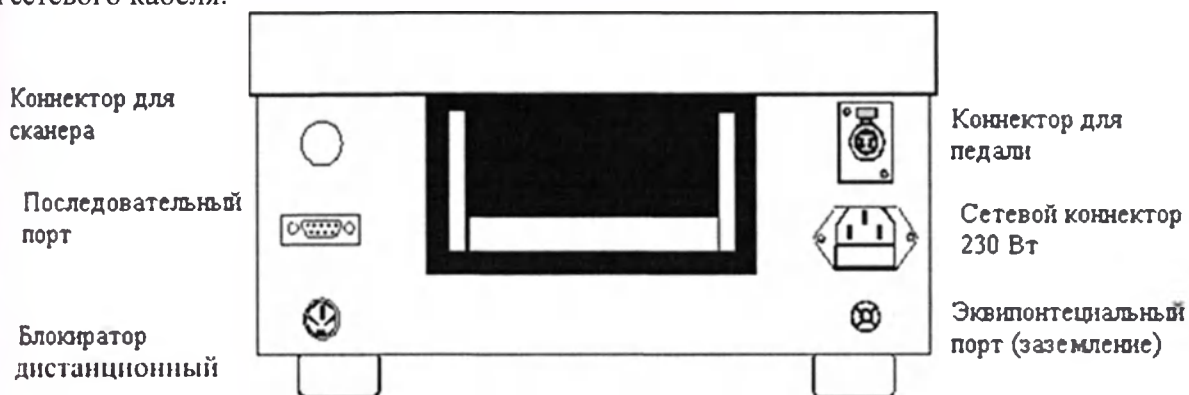
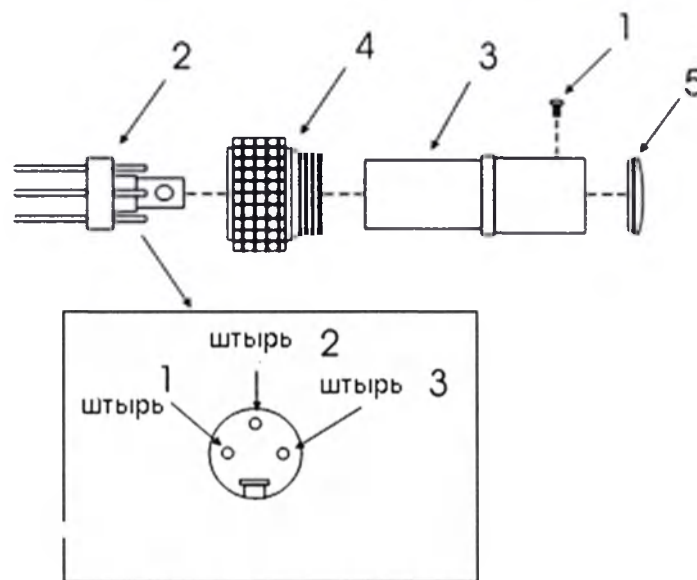

Рис. 3. Расположение коннекторов на задней панели аппарата.
Рис. 4. Сборка коннектора дистанционного блокиратора.
Thermoelectric module supply unit (блок питания термоэлектрического модуля)	Неполадки в блоке питания: - Неисправен предохранитель F2 (см. рис. 3) Выключите прибор и снова включите его. Если проблема сохраняется, обратитесь к местному представителю компании Lasering SRL или уполномоченным ею лицам.
Аппарат оборудован сетевым кабелем. Один конец кабеля служит для подключения к задней панели (рис.3), а другой с трехштырьковой вилкой для подключения к сети питания.
- Снять черный колпачок (указатель 5 на рис. 4) с коннектора дистанционного блокиратора на задней панели (рис. 3).
- Отвинтить винт (указатель 1 на рис. 4) и снять металлическое кольцо (указатель 4 на рис. 4).
- Вынуть коннектор (указатель 2 на рис. 4) из цилиндра (указатель 3 на рис. 4).
- Припаять провода внешнего переключателя к штырькам вилки (указатель 2 на рис. 4) (штыри 1 и 3) и вставить вилку (указатель 2 на рис. 4) в цилиндр (указатель 3 на рис. 4).
- Надеть металлическое кольцо (4) на цилиндр и затянуть винт (указатель 1 на рис. 4).
Для подключения педали к прибору воткните ее коннектор в разъем для педали на задней панели прибора (рис. 3). Поляризация коннектора не позволяет установить его неправильно.